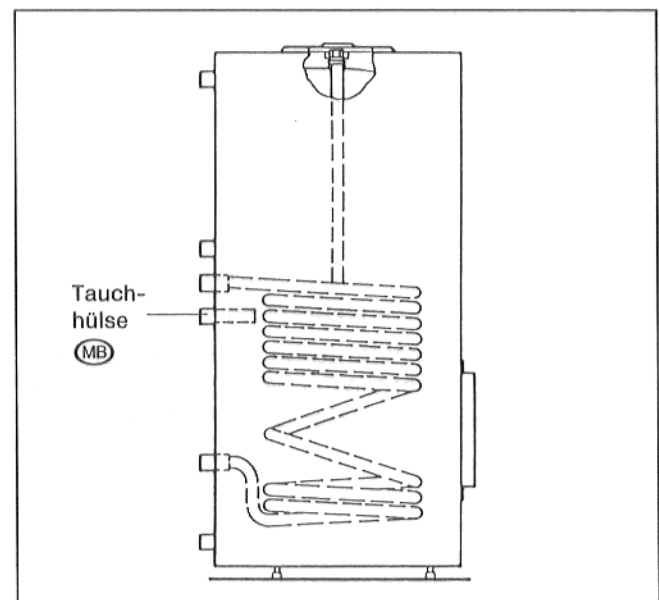

Abb. 8 – Prinzipabbildung
- Fühler in Tauchhülse (MB) an Speicherrückseite montieren (Abb. 8).